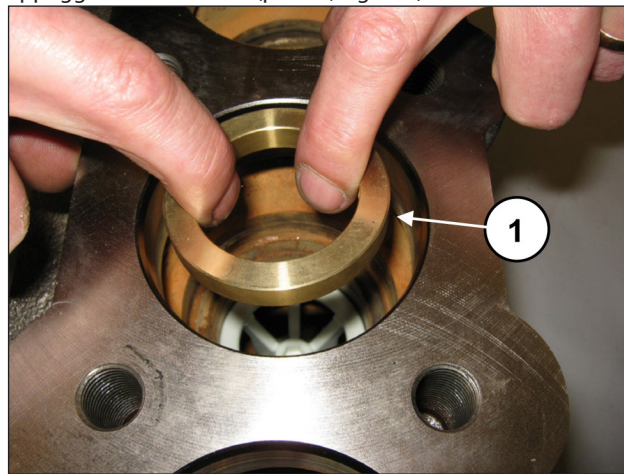
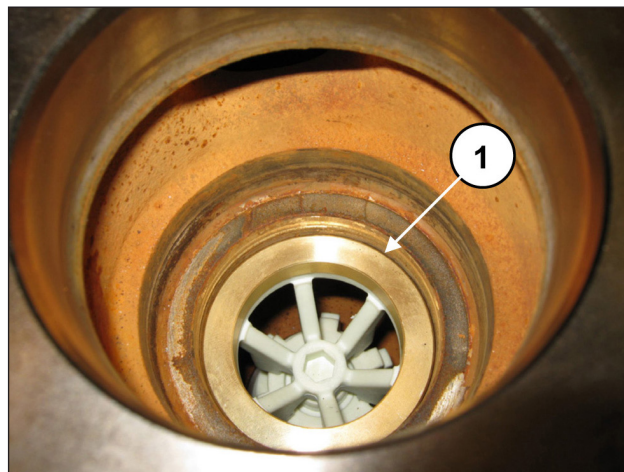

Fig. 115
Fig. 116
Inserire l'anello distanziale sede valvola (pos. ①, Fig. 115), in appoggio sul distanziale (pos. ①, Fig. 116).